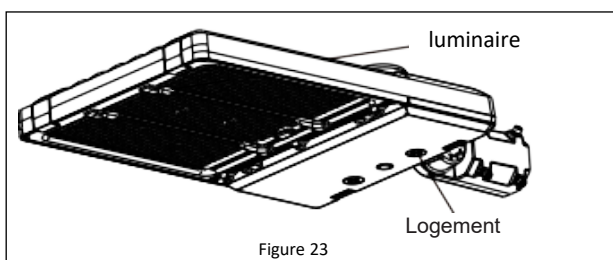

Figure 23
1. Retirez le bouchon de la douille du détecteur. Branchez le détecteur de mouvement sur la douille. **Reportez-vous à la Figure 23.**